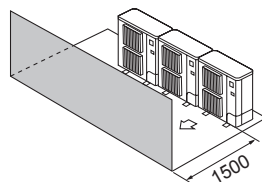

Fig. 2-14
- ③ Samo prepreke sa prednje strane (Fig. 2-14)